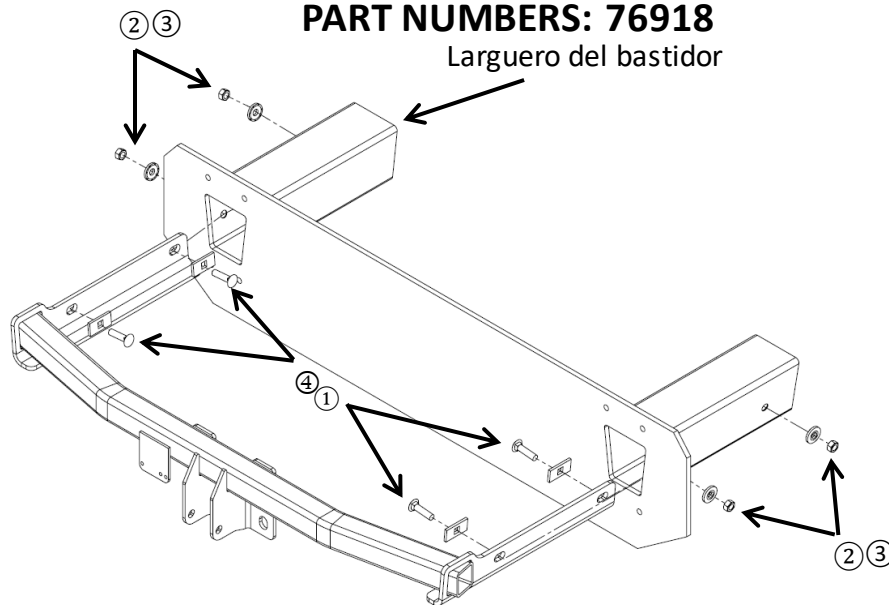

Figura 1
⑩	Cant.(2)	Etiqueta de advertencia
- Quitar los tornillos de la fascia inferior:** Debajo de la parte trasera del vehículo, quitar los (6) tornillos de la parte inferior de la fascia.
- Instalar el enganche:** Insertar los soportes laterales del enganche en los largueros del bastidor como se muestra en la **Figura 1**, alinear las ranuras en los soportes del enganche con los orificios en los largueros del bastidor (los orificios pueden cubrirse con una capa base en el exterior del bastidor; quitarlos para instalar los fijadores). Usar los cables de insertar suministrados para instalar pernos y espaciadores a través del enganche y el bastidor del vehículo (ver **Figura 2**). **Instalar las arandelas cónicas (el lado dentado hacia el bastidor del vehículo) sobre los pernos.**